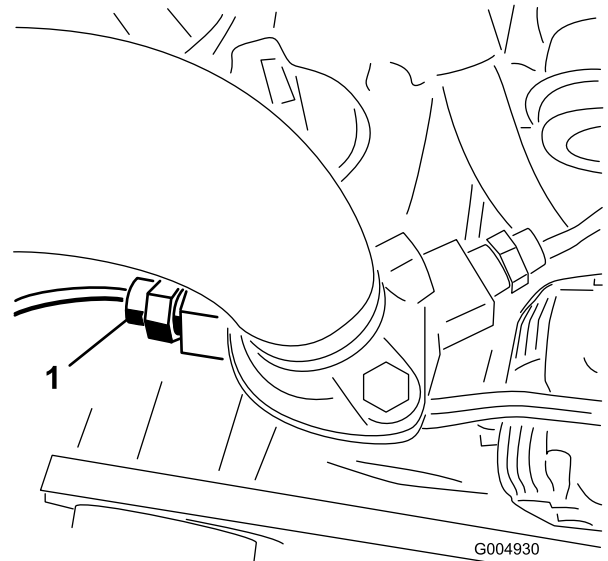

Figura 15
2. Desconecte el cable y retire el interruptor térmico del lado izquierdo del alojamiento del termostato del motor (Figura 15). Deseche el interruptor.